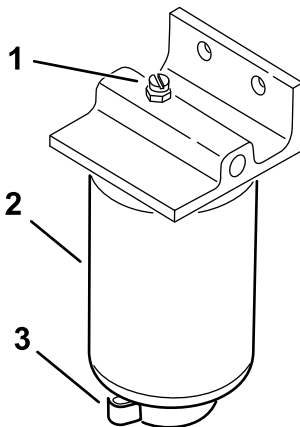

Bild 36
4. Öffnen Sie die Filterablassschraube und das Entlüftungsventil (**Bild 36**).